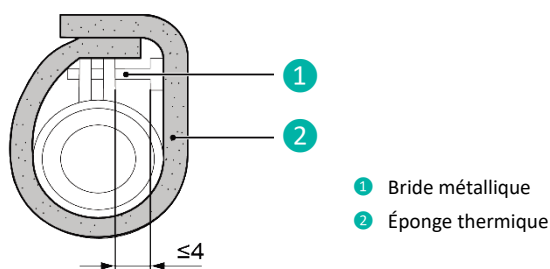

Fig. 4.3.3
- ③ Utilisez la plaque d'étanchéité pour isoler le collier de serrage et le tuyau, comme illustré à la Fig.4.3.3.